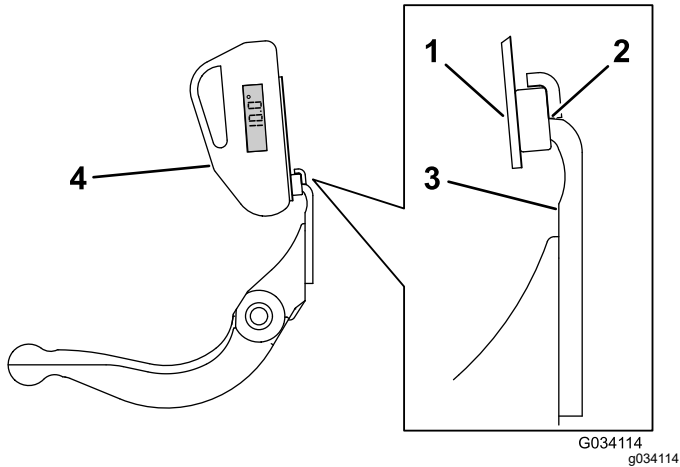

图 28
3. 将角度指示器底座放在底刀边缘上以使磁体边缘与底刀边缘紧密配合图 28。
4. 如图 28 所示将角度指示器放置到底座上。